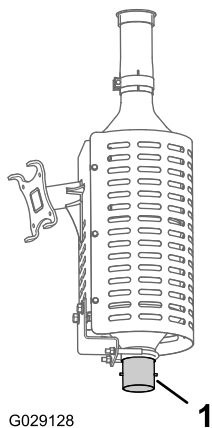

Figura 12
1. Limpe a superfície externa do tubo de entrada do silencioso (Figura 12).